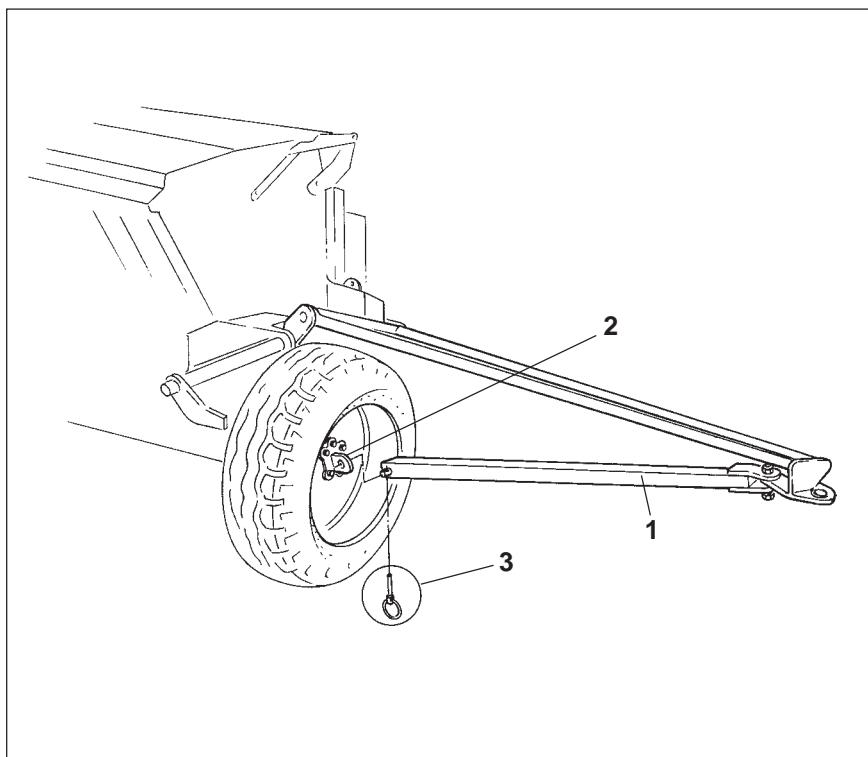

Рис. 19.8
- Вставьте распорку (Рис. 19.8/1) в крепление (Рис. 19.8/2) колеса сеялки и закрепите откидным шплинтом (Рис. 19.8/3).